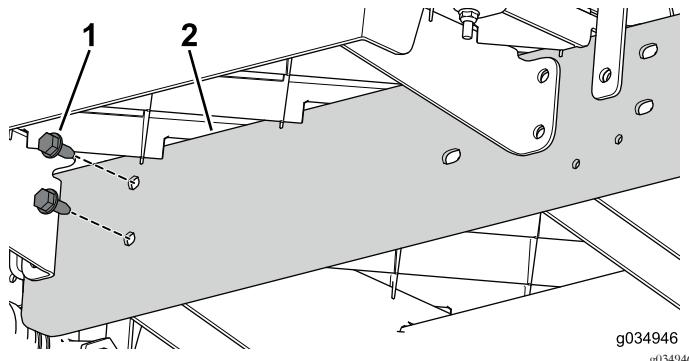

Рисунок 26
- Используйте 2 болта ($5/16 \times 3/4$ дюйма), чтобы установить, не затягивая, удлинительную балку на центральный швейлер в передней секции машины (Рисунок 26).